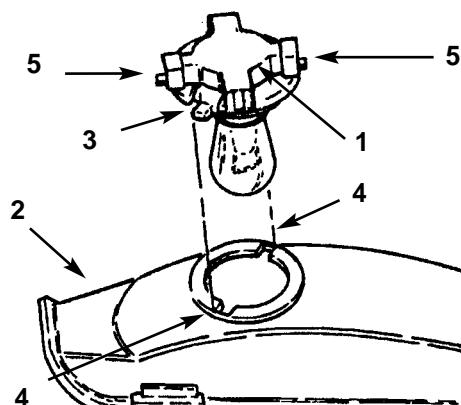

Fig. 18
- Girate il portalampada di 1/4 di giro in senso antiorario, e toglietelo dal riflettore (Fig. 18).
- Il portalampada è provvisto di due guide (Fig. 18). Allineate le alette con le guide nel riflettore, inserite il portalampada nel riflettore e giratelo di 1/4 di giro in senso orario, fin quando non si ferma.